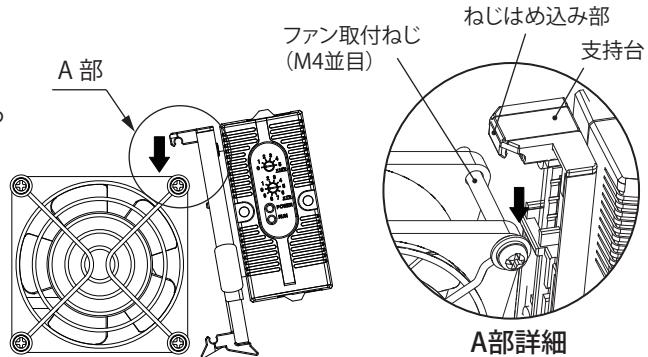

図2
- スライドを取り付けるファンのサイズよりも長くなるように引っ張ってください。(図 2)
- 支持台のねじはめ込み部を、ファン取付ねじにカチッと音がするまではめ込んでください。(図 2)